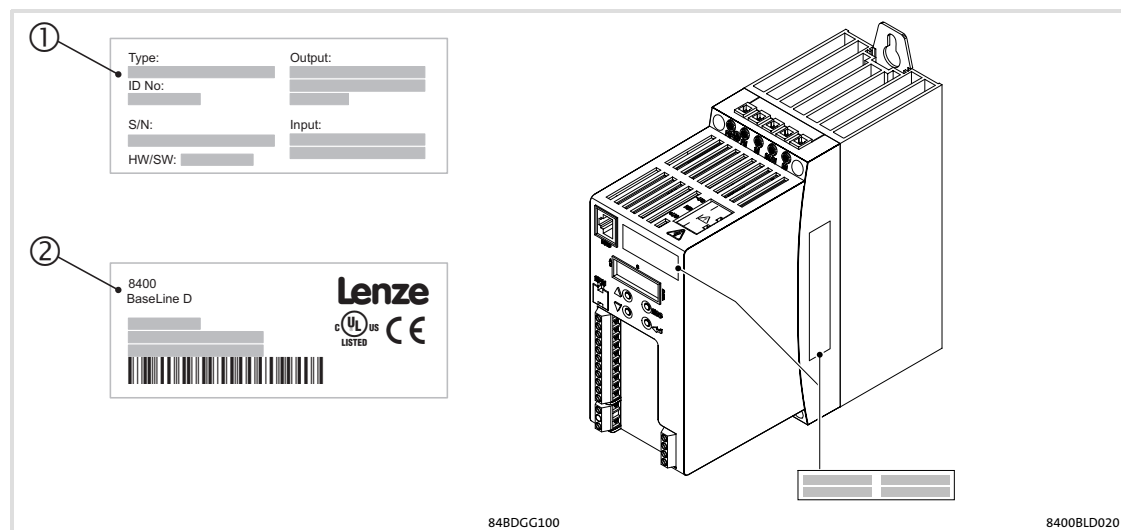

Fig.3-2 Emplacement des plaques signalétiques
Les indications de type utilisées dans le présent manuel se rapportent à la plaque signalétique ①, placée sur la face avant du variateur, et à la plaque signalétique ②, placée sur le côté du variateur (Fig.3-2).